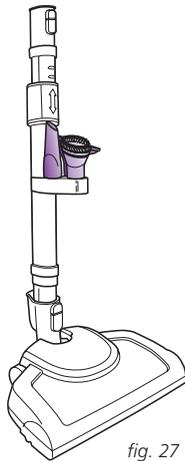

fig. 27
- 4 Rangez le tube télescopique fixé à la tête motorisée en position verticale, et les accessoires sur le porte-accessoires. (Fig. 27)